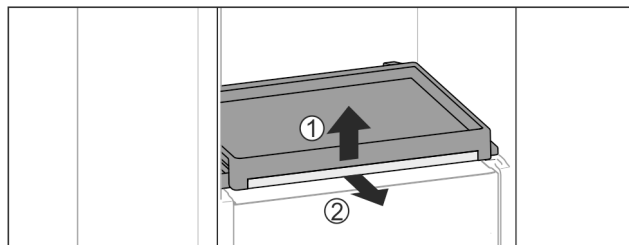

Fig. 49
- Витягніть витяжну панель зі скляною полицю: Підніміть трохи скляну полицю спереду Fig. 49 (1) та витягніть вперед Fig. 49 (2).